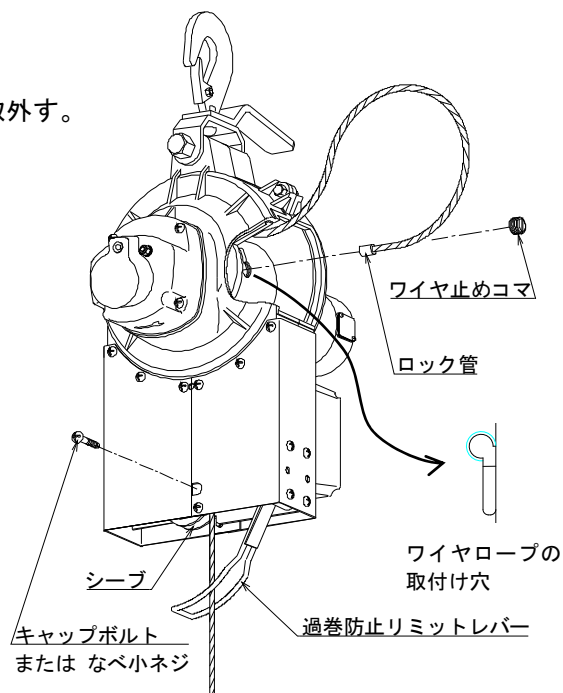

図 1
- 3) マイナスドライバーでワイヤ止めコマを外す。(図 1)